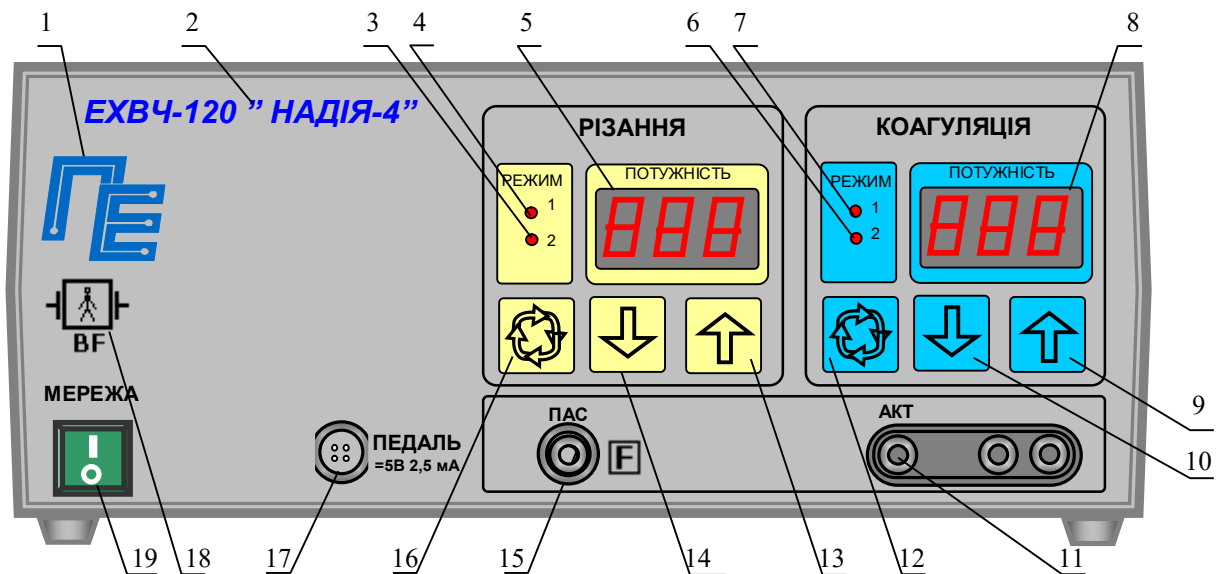
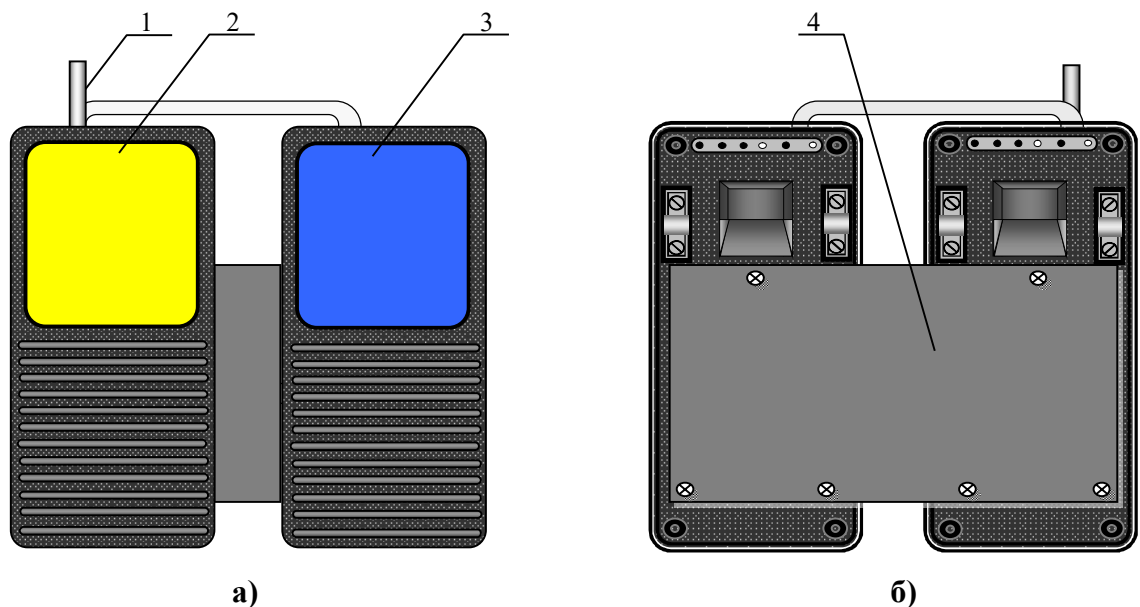

Рис.1. Передня панель електронного блоку.
Рис. 3. Ножна педаль
Конструктивно апарат виконаний у вигляді двох окремих блоків - електронного блоку (рис. 1,2) і ножної педалі (рис. 3).
На передній панелі електронного блоку розташовані наступні органи управління і індикації (рис.1):
Конструкція ножної педалі (рис.3) є підлоговою конструкцією, на якій розташовано дві рухомі платформи: ліва (2) - для включення виду роботи РІЗАННЯ, права (3) - КООГУЛЯЦІЯ.
- включити апарат, для чого встановити вимикач “МЕРЕЖА” в положення “I”. При цьому висвітлюються індикатори: “МЕРЕЖА”, вибраних режимів роботи. На індикаторах (5,8 рис.1) висвітлюються цифри встановленого рівня вихідної потужності;
- перевірити переключення режимів роботи, для чого послідовно натискаючи кнопки (12, 18 рис.1), переконатися, що апарат послідовно перемикає режими 1, 2 для РІЗАННЯ і режимів 1, 2 для КОАГУЛЯЦІЯ по послідовному загорянню відповідних індикаторів (3, 4, 6, 7 рис.1);
- перевірити регулювання рівня вихідної потужності, для чого, натиснувши кнопки управління (9, 13 рис. 1), переконатися, що відбувається збільшення показань індикатора рівня вихідної потужності, а натиснувши кнопки управління (10, 15 рис.1), переконатися, що відбувається зменшення показань індикатора рівня вихідної потужності. Перевірку провести як для виду робіт РІЗАННЯ так і для виду робіт КОАГУЛЯЦІЯ. Слід пам'ятати, що встановлені рівні вихідної потужності запам'ятовуються для кожного виду і режиму роботи. Види роботи включаються тільки по черзі.